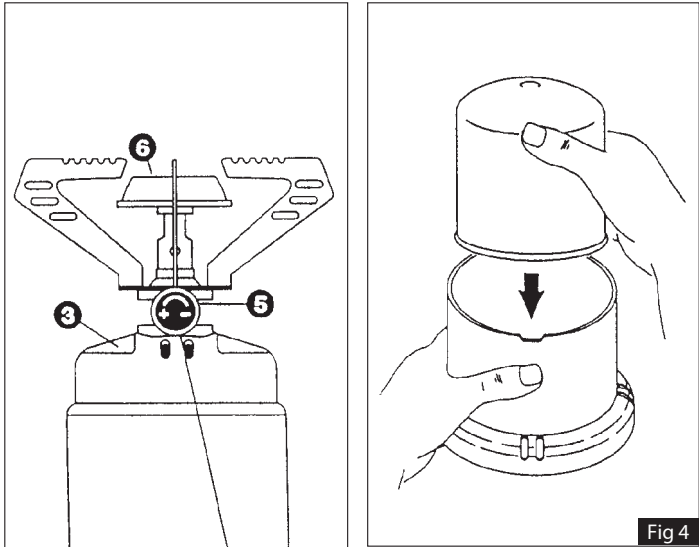

Fig 4
- Before inserting the Campingaz® C 206 cartridge in the housing (fig. 4) check that the contact area is thoroughly clean (remove labels, any traces of glue...) and not damaged.
- Avant d'introduire la cartouche Campingaz® C 206 dans la cloche (fig. 4) vérifier que la zone de perforation est parfaitement propre (sans étiquette, ni colle ...) et sans déformation.